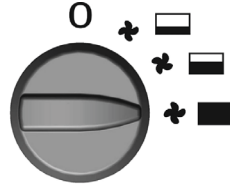

FIG. 3
- **Fig. 3** – Maximal kapacitet